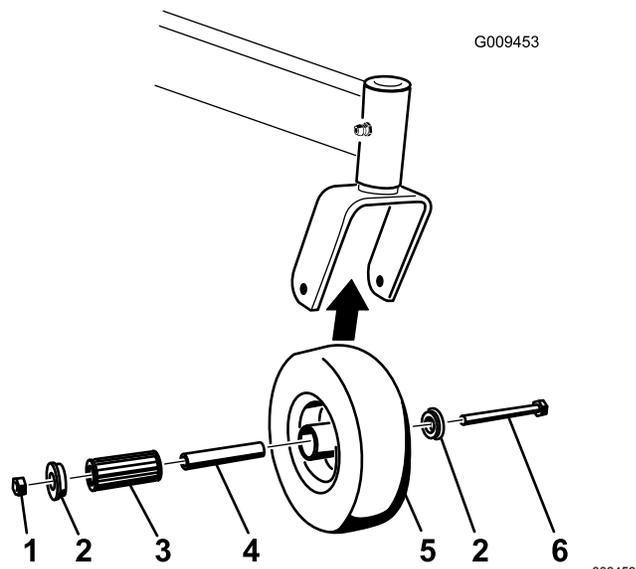

Figure 53
1. Enlevez le contre-écrou et le boulon de fixation de la roue pivotante à la chape (Figure 53).
2. Enlevez une bague, puis sortez la douille pour clé et le roulement à rouleaux du moyeu de roue (Figure 53).
3. Enlevez l'autre bague du moyeu, puis nettoyez la graisse et les saletés éventuellement présentes dans le moyeu (Figure 53).
Remarque: Remplacez les pièces endommagées ou usées (Figure 53).
5. Placez une bague dans le moyeu de roue (Figure 53).
6. Lubrifiez le roulement à rouleaux et la douille pour clé, et insérez-les dans le moyeu (Figure 53).
7. Mettez la deuxième bague dans le moyeu (Figure 53).
8. Montez la roue pivotante dans la chape à l'aide du boulon et du contre-écrou (Figure 53).
9. Serrez le contre-écrou jusqu'à ce que la base de la douille pour clé soit en appui contre l'intérieur de la chape (Figure 53).